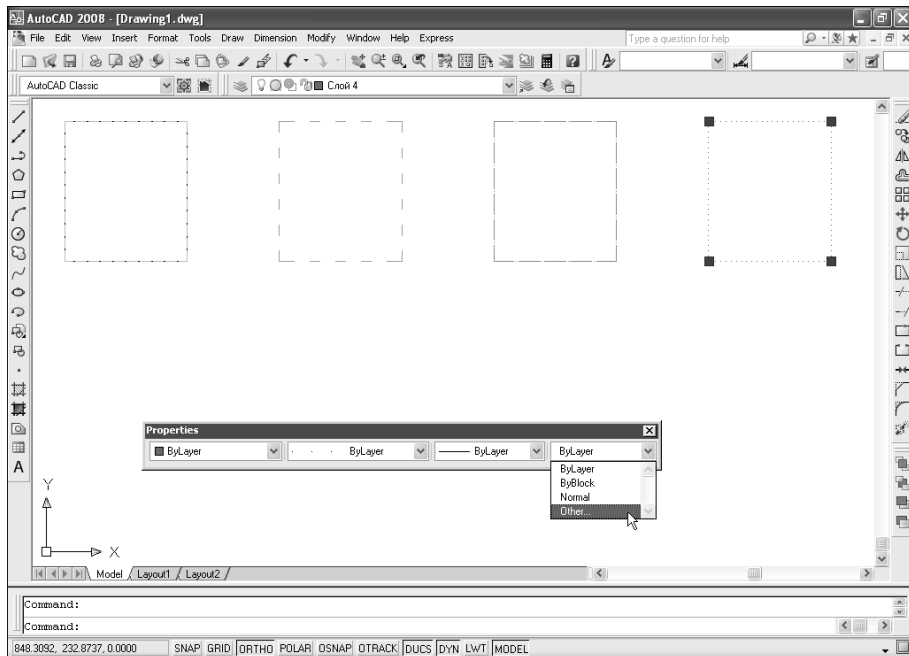

Рис. 6.9. Назначение объекту нового стиля печати
2. Их списка стилей печати (рис. 6.9) панели инструментов **Properties** выберите новый стиль печати.